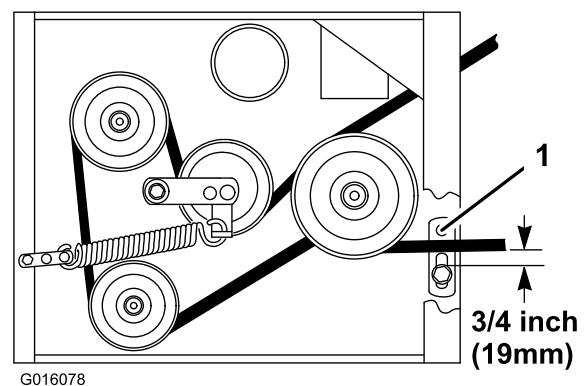

Figure 46
8. Vérifiez que le guide de courroie sous le bâti du moteur est réglé correctement (Figure 46).
**Remarque:** Lorsque la courroie du plateau de coupe est engagée, vérifiez que le guide et la courroie sont espacés de 19 mm (Figure 46). Réglez le guide de courroie du plateau de coupe au besoin. La courroie désengagée ne doit pas traîner ni tomber de la poulie quand les guides sont réglés correctement.